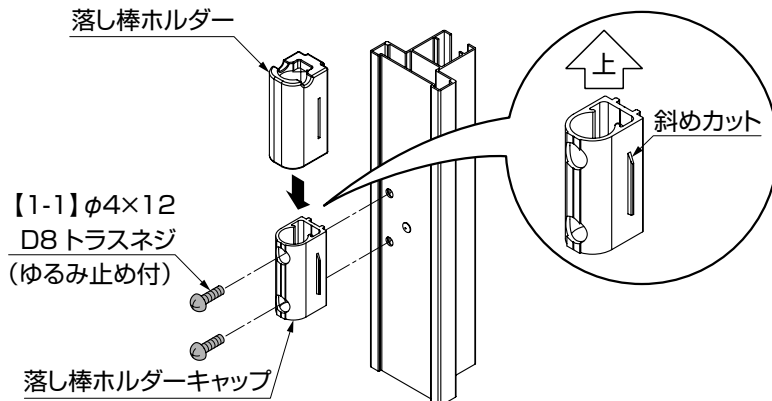

図3-3
- ① 本体の家側の縦棧に、落とし棒ホルダーを斜めカットを上にして、【1-1】で固定してください。(図3-3参照)
- ② 落とし棒ホルダーキャップを、上からはめ込んでください。(図3-3参照)
- ③ 道路側の落とし棒取付け孔は孔隠しシールでふさいでください。
(3) 落とし棒の組付け